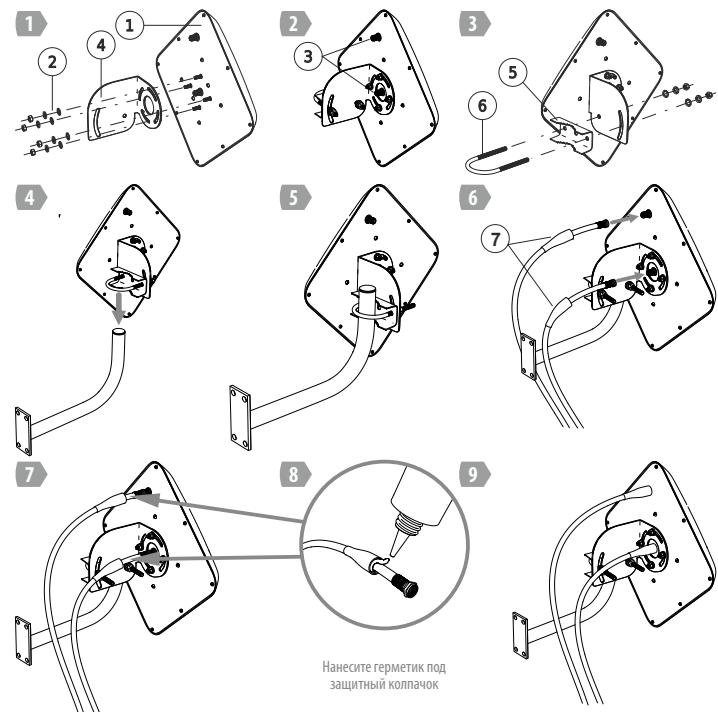
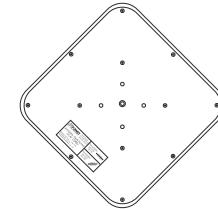

Рисунок 2. Узлы антенны и сборка BAS-2325 «Connect Street Direct 3G/4G»
Рисунок 3. Ориентация антенны BAS-2325 «Connect Street Direct 3G/4G»
4.1 Закрепите Г-образную скобу (см. рис.2 позиция 4) на корпусе антенны (см. рис.2 позиция 1) с помощью входящих в комплект крепежа гаек и шайб. При этом совместите прорези в скобе и крепежные шпильки (см. рис.2 позиция 2) таким образом, чтобы метка линии горизонта на наклейке для используемого стандарта связи совпадала с фактической линией горизонта (см. рис.3)